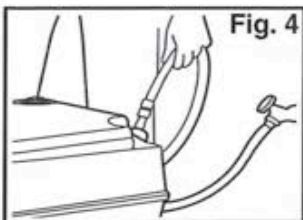

Fig. 4
4. Fill upper tank with fresh water (Fig. 4). Replace cap and tighten securely.
4. Llene el tanque superior con agua fresca (Fig. 4). Vuelva a colocar la tapa y apriétela bien.